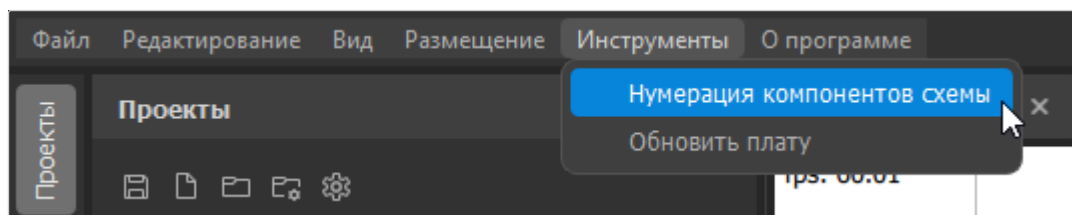

Рисунок 74. Пункт меню «Нумерация компонентов схемы»
- 1) Вызвать команду меню *Инструменты* → *Нумерация компонентов схемы* (см. рисунок 74).